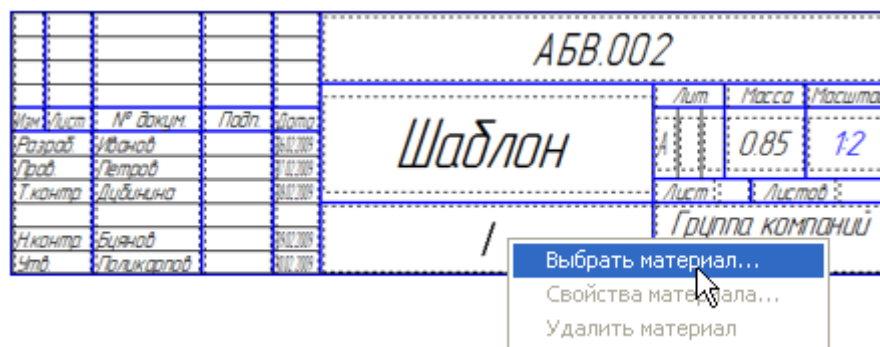

Рисунок 28.
- Выполните двойной щелчок мышью в графе Материал и выполните из меню команду Выбрать материал (рис. 28).